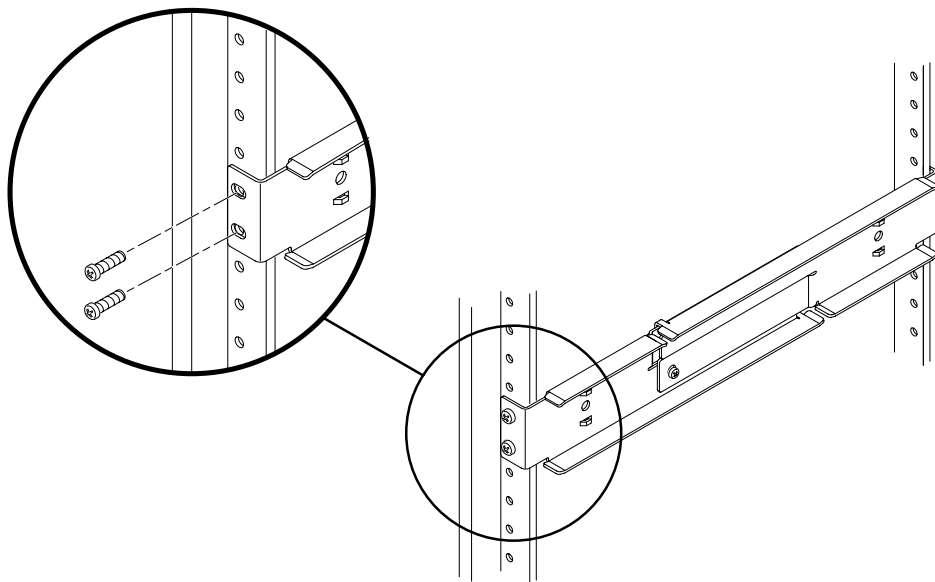

图 3-16 将可调导轨的前端固定到机架上
3. 根据需要上下调整好其中一根可调导轨在机架上的位置。然后用两颗螺钉将导轨前端固定到机架（图 3-16）。